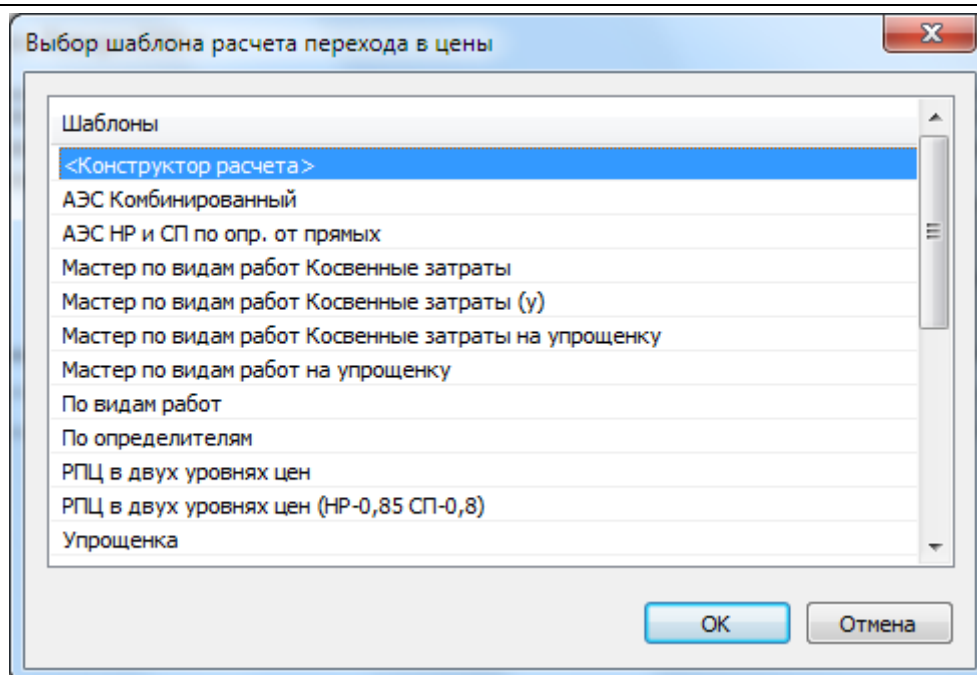

Рис. 3.15 Диалоговое окно Выбор шаблона расчета перехода в цены
4. В открывшемся диалоговом окне *Выбор шаблона расчета перехода в цены* (рис. 3.15) выбрать из списка нужный шаблон и нажать на кнопку ОК.